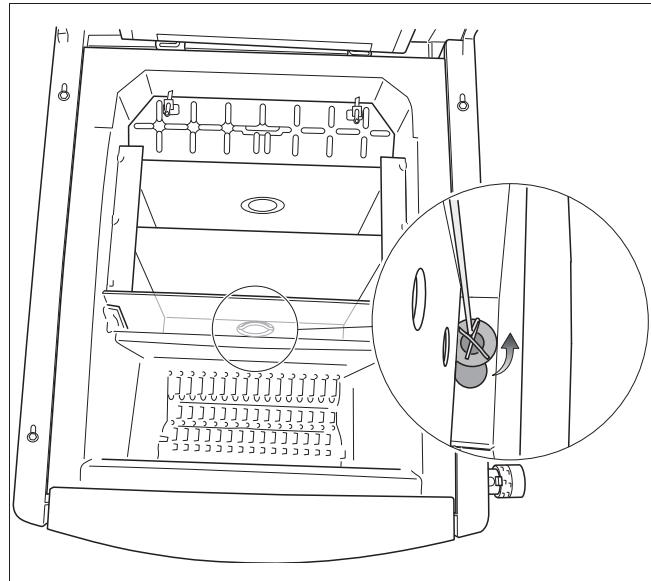

Рис. 33 Вынуть крышки отверстия для чистки
- Перед розжигом проверьте, закрыто ли крышкой отверстие для чистки (→ стр. Рис. 33, глава 29) в днище зольной камеры. При чистке котла зола из дымовых каналов удаляется через отверстие для чистки.